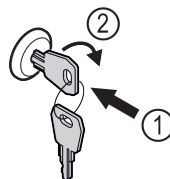

Fig. 205
- Sleutel erin duwen. Fig. 205 (1)
- Sleutel 90° rechtsom draaien. Fig. 205 (2)